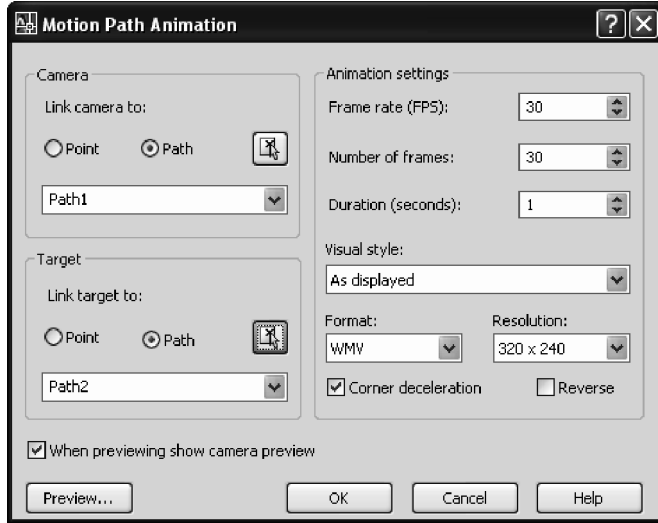

Fig. 8.18 Fereastra de definire a parametrilor animației
2. Din meniul **View**, se selectează opțiunea *Motion Path Animation*. Este afișată fereastra cu același nume – vezi Fig. 8.18.
5. Se completează opțiunile din secțiunea *Animation Settings*: stilul de vizualizare, rezoluția, numărul de imagini pe secundă și formatul fișierului video, ca în Fig. 8.18.